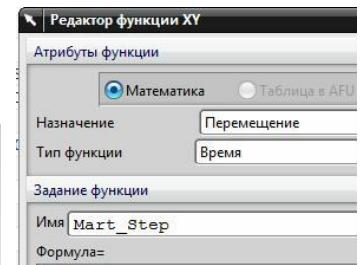

рис.107
- Сначала мы придумаем имя нашей функции, например - **Mart_Step** (рис.107).